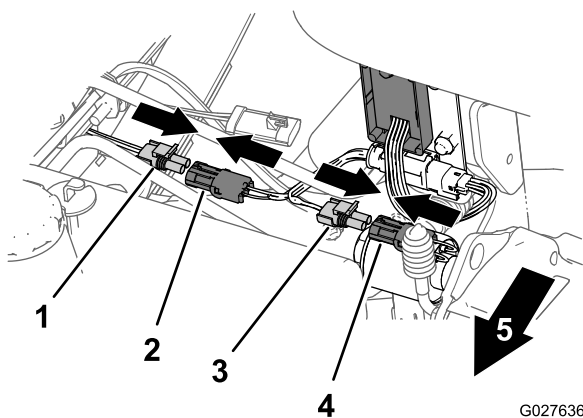

Figura 9
na máquina (página 2) ao conector de duas tomadas da cablagem do adaptador (Figura 9).
2. Ligue o conector de 2 pinos da cablagem do adaptador ao conector de 2 tomadas da cablagem do solenóide do diferencial (Figura 9).